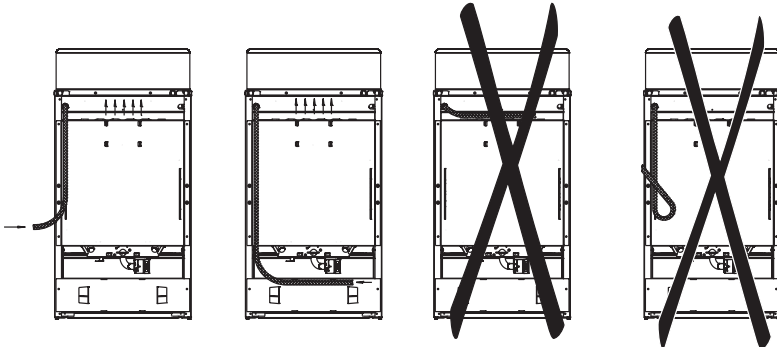

рис. 5
- гибкий соединительный рукав не должен проходить в зоне горячего воздуха дымохода и касаться задней стенки плиты (рис. 5);
**Помните!** После установки плиты на место обязательно проверьте положение гибкого шланга подвода газа и шнура питания (рис. 5). Они не должны проходить над дымоходом и касаться задней стенки плиты. Во время работы духовки там возникает высокая температура, которая может их повредить.